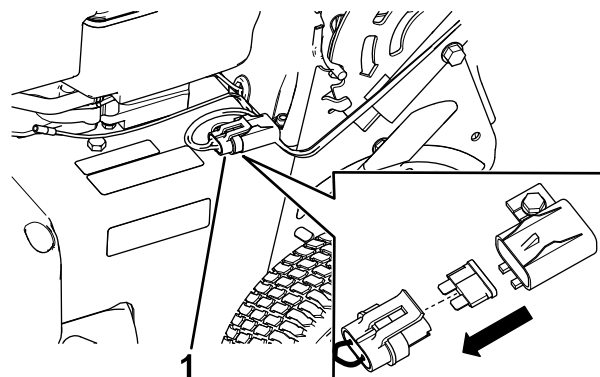

Figure 33
1. Ouvrez le porte-fusible hermétique et remplacez le fusible (Figure 33).